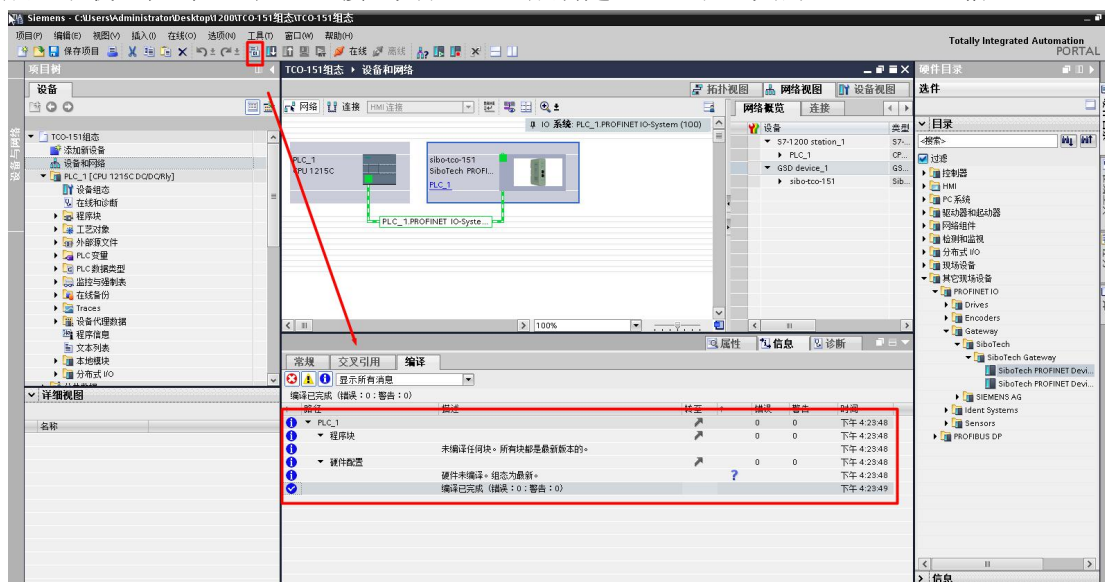
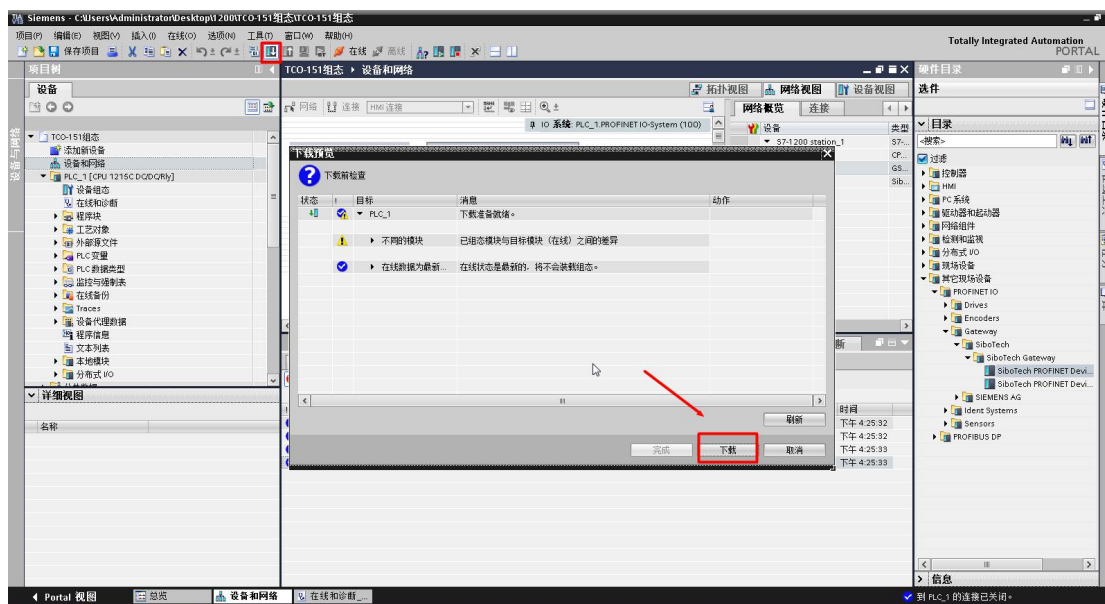

图 16 组态编译
图 17 工程下载
3.4 所有完成后，点击上方“编译”，如图 16 所示；编译没有报错则点击上方“下载”，如图 17 所示，组态完成，下载工程到 PLC 后，连接网关和 PLC，成功建立 PLC 和网关的 PROFINET 通信。